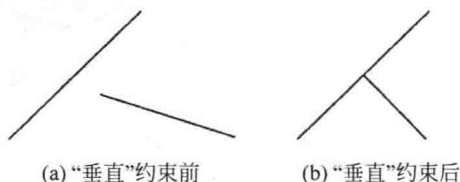

图 1-24 “垂直”约束
- 垂直: 单击“垂直”按钮 , 两个图素垂直, 如图 1-24 所示。